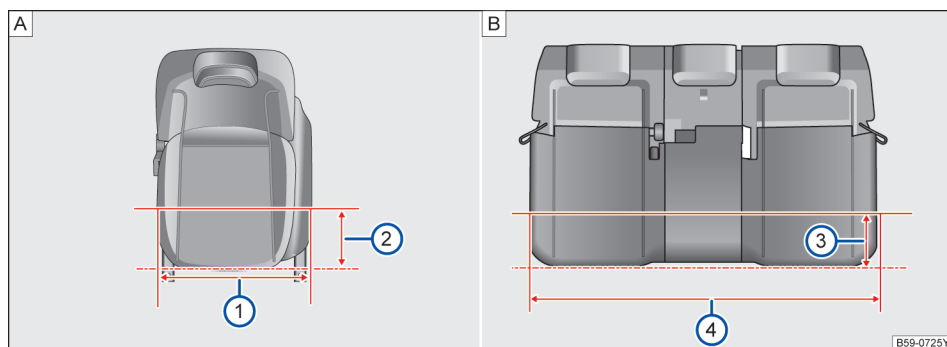

图 90 座椅座宽
如图→图 90 [A] 在距离前排座椅边缘 200mm 时→图 90 [A] ②，前排座椅座垫宽度为 498mm→图 90 [A] ①。
如图→图 90 [B] 在距离后排座椅边缘 200mm 时→图 90 [B] ③，后排座椅座垫宽度为 1200mm→图 90 [B] ④。